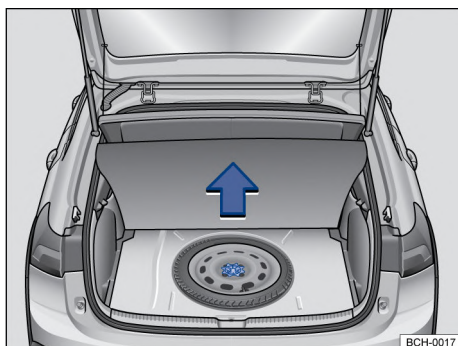

Fig. 159 En el maletero, por debajo del revestimiento del piso: rueda de emergencia y herramientas de a bordo.
Las herramientas de a bordo y la rueda de emergencia están ubicadas en el maletero, debajo de la moqueta → fig. 159.
- Levantar el guarnecido del maletero → fig. 159.